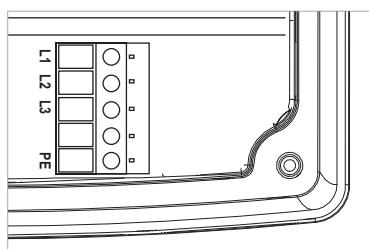

Fig. 21: Bornes de alimentación eléctrica
- Bornes de alimentación eléctrica (Fig. 21)